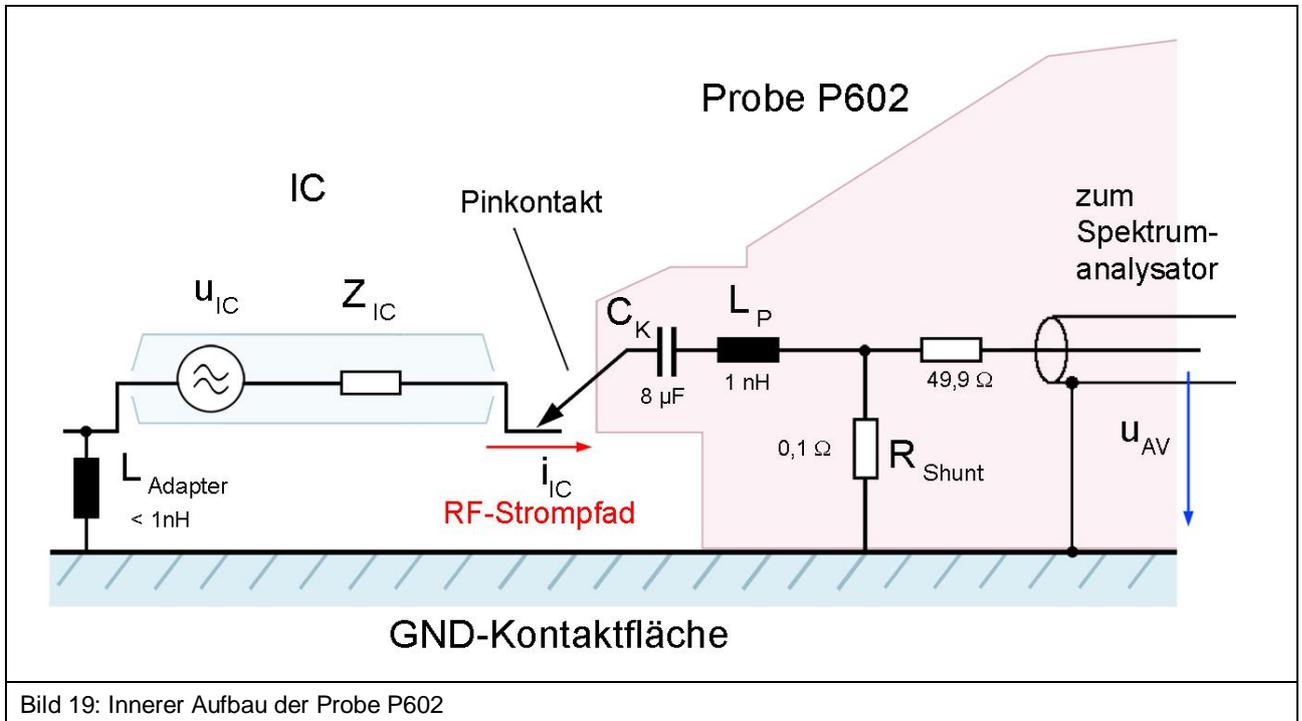

Bild 19: Innerer Aufbau der Probe P602
**Bild 19** zeigt das Ersatzschaltbild der Probe **P602**. Der interne Stromtastkopf besteht aus einem 0,1-Ohm-Shunt, einem 49,9-Ohm-Anpasswiderstand und einem 8-µF-Koppelkondensator.